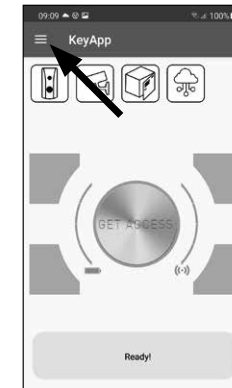

Abb. 5
- Nachdem Sie sich erfolgreich registriert haben, können Sie mit der Einrichtung des Zylinders *ENTRY 7600 CYL* beginnen. Öffnen Sie das Hauptmenü (Abb. 5).